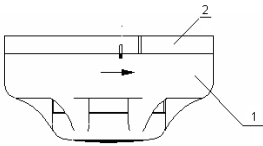

Рисунок 4
- совместить прорез на боковой поверхности крышки извещателя 1 (рисунок 4) с маленькой меткой на боковой поверхности розетки 2;